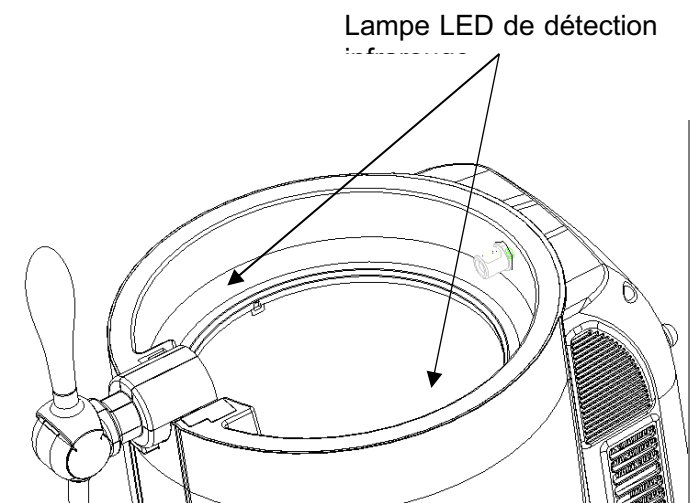

Figure 3
4. Vérifiez si la LED de détection infrarouge (comme illustré sur la figure 3), sur la partie supérieure gauche et droite du côté intérieur du bac de réfrigération du refroidisseur, est sale ou endommagée. Si le fût de bière n'est pas placé dans le bac de réfrigération ou retiré, le refroidisseur ne peut pas fonctionner normalement et le panneau d'affichage indique le code *OP*.